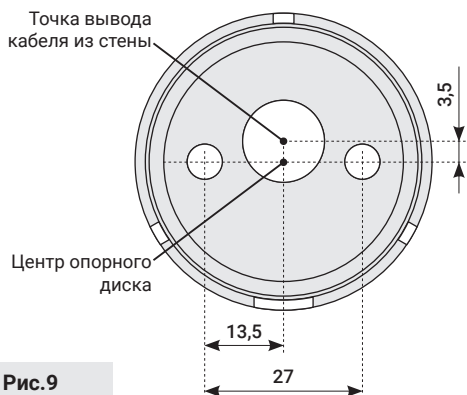

Рис.9
4.2.1. Для монтажа через скрытую проводку производитель рекомендует придерживаться следующих требований: кабель для подключения должен быть медным с сечением $3 \times 1.5 \text{ мм}^2$. Точка вывода кабеля из стены проходит через опорный диск (рис. 9).